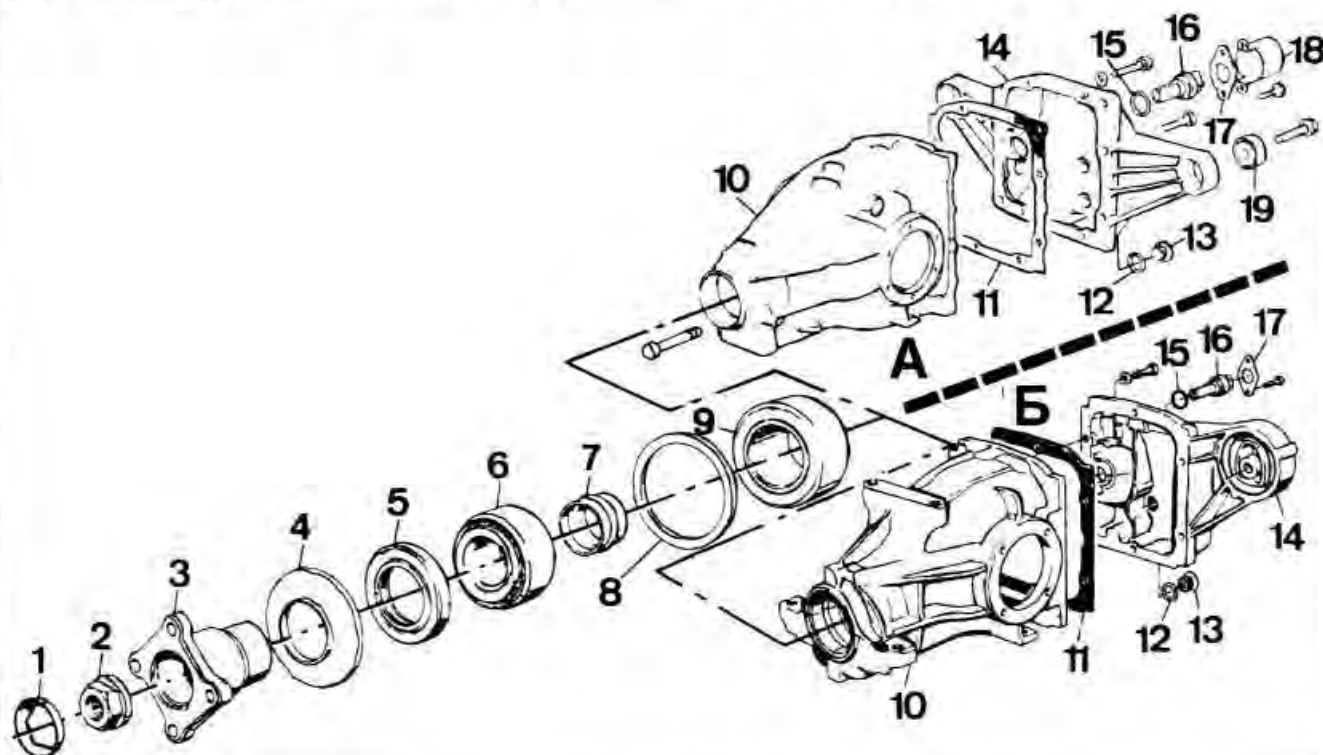

Рис. 9-9. Снятие фланца ведущей шестерни с помощью приспособления BMW 33 1150
- Съёмником 33 1150 или универсальным съёмником спрессовать фланец с ведущей шестерни (рис. 9-9).